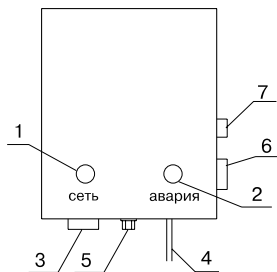

Рис. 2. Блок питания и контроля.
Блок питания и контроля (Рис. 2) представляет собой прямоугольную коробку, на лицевой поверхности которой находятся светодиоды индикации наличия напряжения сети "СЕТЬ" (1) и индикации отсутствия тока лампы "АВАРИЯ" (2). На нижней поверхности блока находится разъем подключения кабелей питания облучателя (3), вход сетевого кабеля (4) и клемма подключения заземления облучателя (5). На боковой поверхности находятся выключатель (6) и предохранитель (7).
5. После того, как установлено, что нет протечек в местах соединения патрубков, подключите разъем кабелей облучателя к разъему на блоке питания и контроля (3 на Рис.2), а провод заземления облучателя - к клемме заземления на этом блоке (5 на Рис. 2). Если для подключения к сети не используется евrorозетка с заземлением, к клемме заземления на блоке питания и контроля должен быть подключено внешнее заземление. Оно должно быть выполнено из неизолированного многожильного провода сечением не менее 2 мм².
6. Включите вилку сетевого кабеля блока питания и контроля в сеть и включите выключатель питания (6 на Рис.2). Дайте воде стечь некоторое
время, чтобы удалить воздух и возможные остаточные загрязнения из полости облучателя. При нормальной работе установки должен светиться светодиод "СЕТЬ" (1 на Рис.2), светодиод "АВАРИЯ" светиться не должен (допускается слабое мерцание).
1. Регулярно проверяйте работу вашей установки, чтобы убедиться, что светодиод "АВАРИЯ" (2 на Рис.2) не светится.